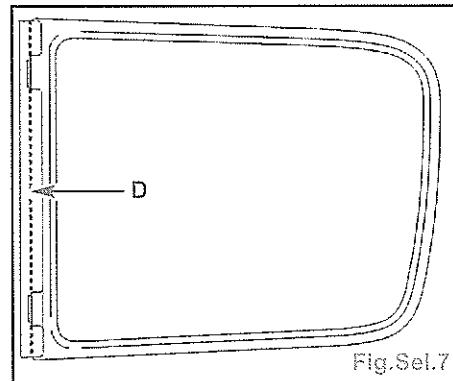

Fig.Sel.7
- A l'aide d'un petit tournevis, appuyer en (C) pour dégager les pattes de la charnière.
- Déposer la vitre latérale (A).
- S'il y a reprise d'une vitre latérale (A) neuve, coller la charnière de vitre avec un cordon en (D) (Fig.Sel.7).